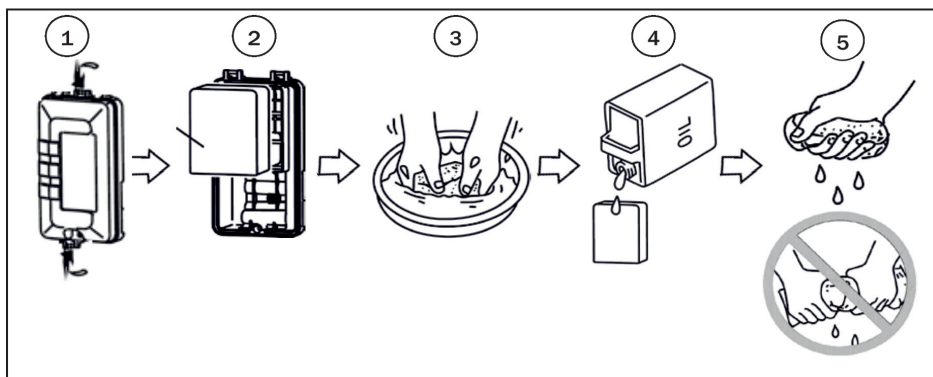

Рис. 24
1. Снимите крышку воздушного фильтра, открыв две скобы крепления крышки (рис. 24).